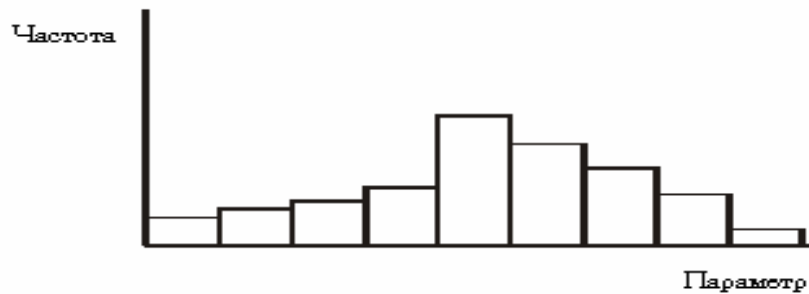

Рис. 8. Гістограма
*Гістограма (histogram)* – це графік, який призначений для характеристики явища чи процесу за певний період часу. Гістограма являє собою стовпчастий графік, побудований за певний період часу (наприклад, тиждень, місяць, рік) по даних, які розподіляються на кілька інтервалів. Висота стовпчика кожного інтервалу даних визначається числом спостережень, які попадають до кожного інтервалу (частотою) (рис.8).